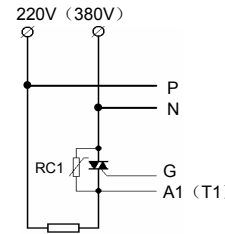

图 10: C2 型应用一相触发电型单路移相触发
3. C2、C7、C8 类型采用传统触发方式，触发有极性且必须接同步信号线，请严格参照前文图 10、11、13、14 相关接线图连接。